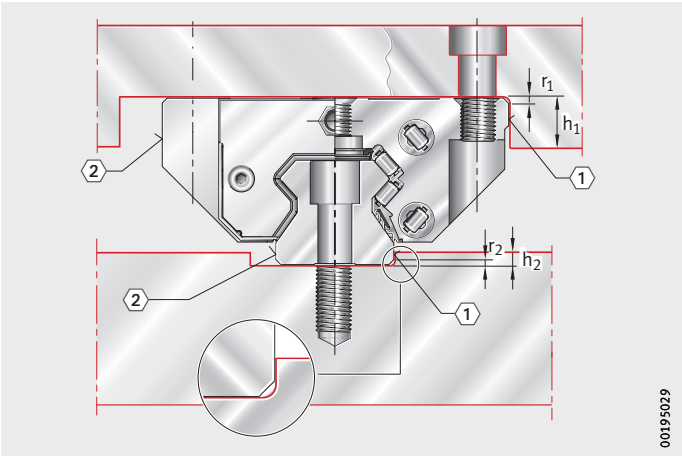

Bild 1
- ▶ Anschlaghöhen und Eckenradien überprüfen, *Bild 1* und *Tabelle*.
① Anschlagseite
② Beschriftungsseite